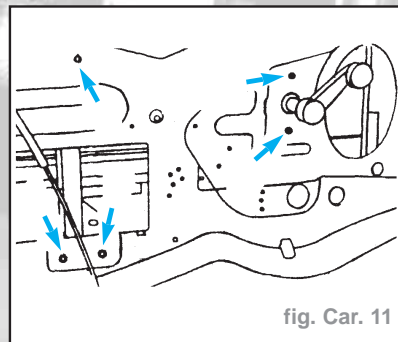

fig. Car. 11
- Déposer les cinq rivets (fig. Car. 11).